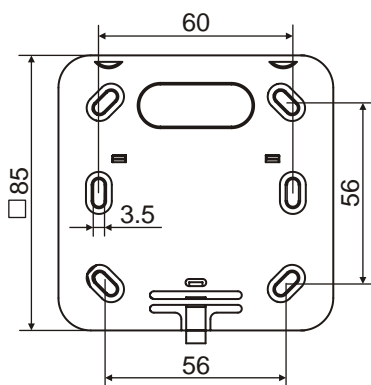

Fig. 2
2. Mount the base plate (Fig. 2) on a wall or recess-mounted socket using 2...4 screws with max. diameter 3 mm.
2. Montieren Sie die Grundplatte (Fig. 2) mit 2...4 Schrauben \varnothing max. 3 mm auf eine Wand oder eine Unterputzdose.
2. Montez la plaque de base (fig. 2) avec 2...4 vis, \varnothing max. 3 mm, sur un mur ou une boîte encastrée.